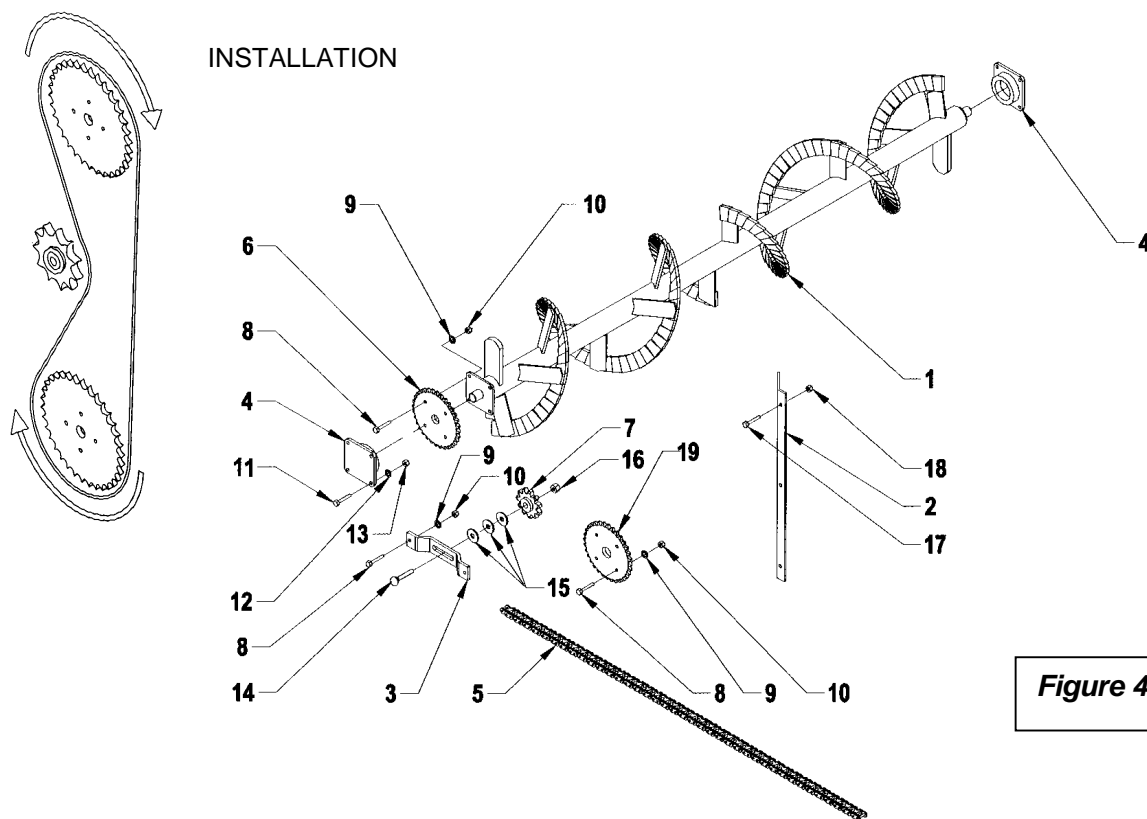

Figure 4
(Figure 4)
4. Installer le pignon tendeur (item 7) sur le support (item 3) tel qu'illustré. Assembler le support à l'intérieur de la souffleuse dans les trous pré-perçés.
5. Installer la chaîne (item 5) tel qu'illustré à la figure 4. Aligner les pignons des vis avec le pignon tendeur et resserrer les vis des roulements pour stabiliser les vis en place.
6. Installer le nouveau garde-chaîne (item 2) fourni avec la vis du haut optionnelle. Réinstaller la chaîne de la vis du bas ainsi que le garde-chaîne avant.